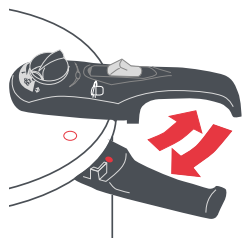

Fig. 1
Couvercle (1). Fabriqué en acier inoxydable 18/10. Le couvercle (1) doit être fermé correctement pour que l'autocuiseur atteigne la pression de fonctionnement suffisante. Pour mettre en place le couvercle (1) facilement, superposez le repère ↓ / • qui se trouve sur le côté gauche du manche du couvercle (5) sur le repère • gravé sur le manche de la cuve (10) de l'autocuiseur (Fig. 1).